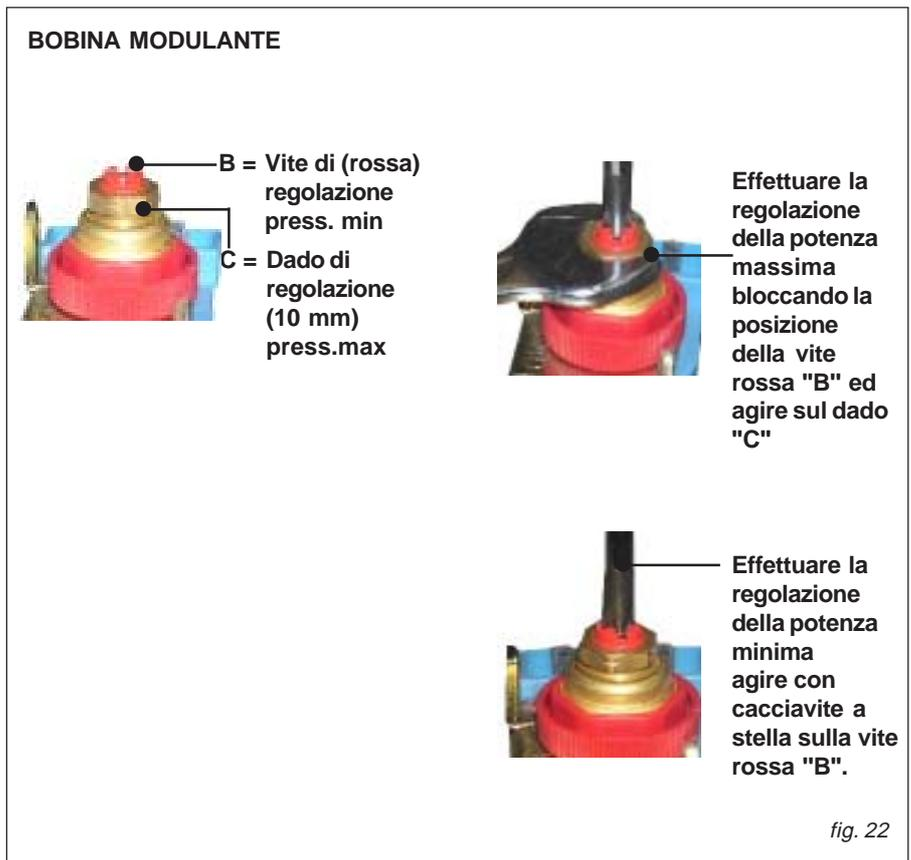

fig. 22
- Correggere eventualmente il valore tenendo bloccata la vite (rossa) **"B"** con un cacciavite a stella e girando con una chiave piatta da 10 mm il dado **"C"** (fig. 22) in senso ORARIO la pressione di uscita aumenta, girando in senso ANTIORARIO la pressione di uscita diminuisce. (funzionamento a GPL) avvitare il dado fino a battuta.
- Correggere eventualmente il valore girando la vite (rossa) **"B"** con una cacciavite a stella (fig. 22) in senso ORARIO per aumentare, in senso ANTIORARIO per diminuire.
- Variare il parametro **CORRENTE DI MODULAZIONE MASSIMA (IA)** al valore **16** per trasformazione G.P.L. oppure **13** per trasformazione gas METANO
- solo per trasformazioni GPL togliere il tappo "C" sulla bobina modulante ed avvitare a fondo la vite "B" di regolazione pressione max (fig. 22).